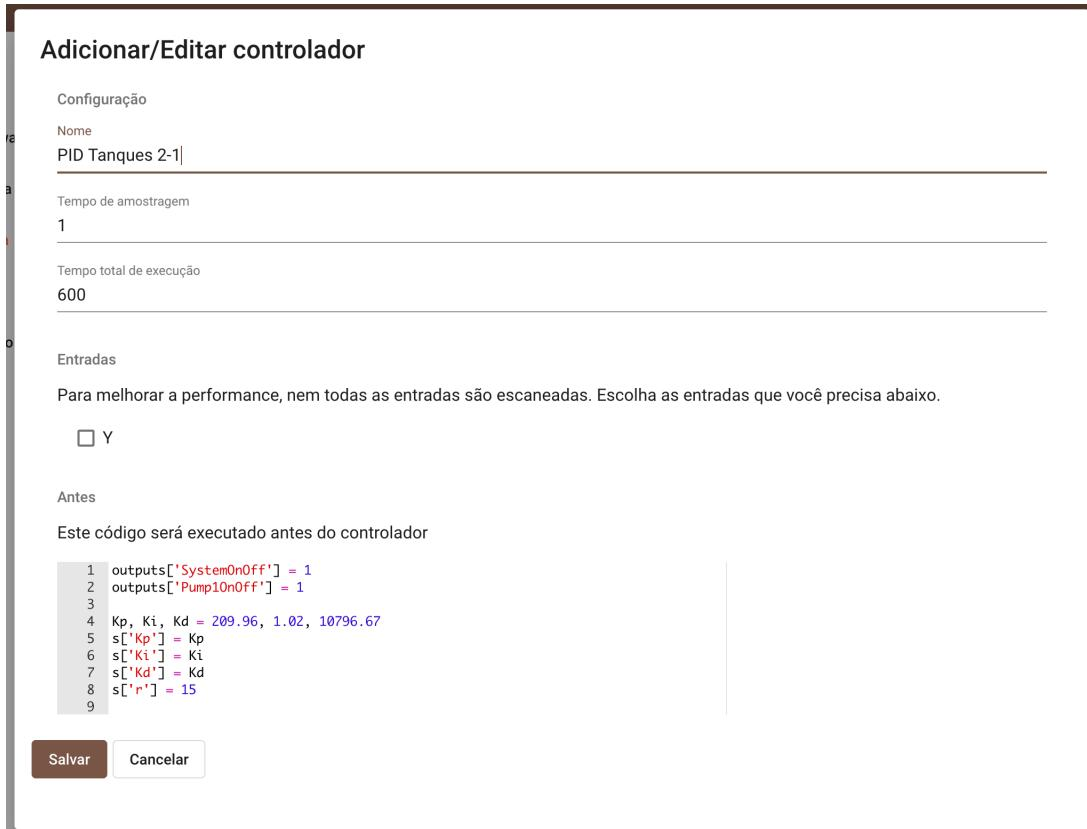

Figura 16 – Edição de controlador
Ao clicar em *Adicionar* ou em *Editar* (), uma nova interface (Figura 16) se abre permitindo a edição do controlador. No topo temos os campos *Nome* — assim como em *Resposta do Sistema* e sendo pertinente as mesmas recomendações — *Tempo de amostragem* e *Tempo total de execução*, que é o tempo máximo que o teste será executado. O mesmo pode ser interrompido precocemente por motivos de erro ou intertravamento.
- **inputs** um dicionário com o valor lido na entrada logo antes da execução desse campo. Na Figura 16 podemos ver que a entrada *S9* foi selecionada, logo podemos